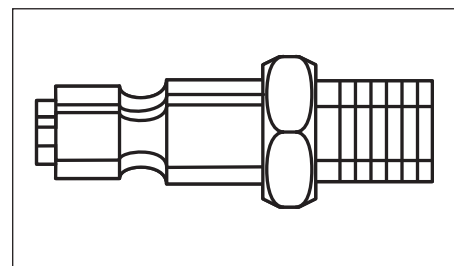

Figure 3 - Bouchon Rapide
**BOUCHON RAPIDE** — Un bouchon rapide conçu pour fonctionner en combinaison avec un coupleur rapide pour joindre facilement et rapidement un outil pneumatique en tuyau à air (Voir Figure 3).